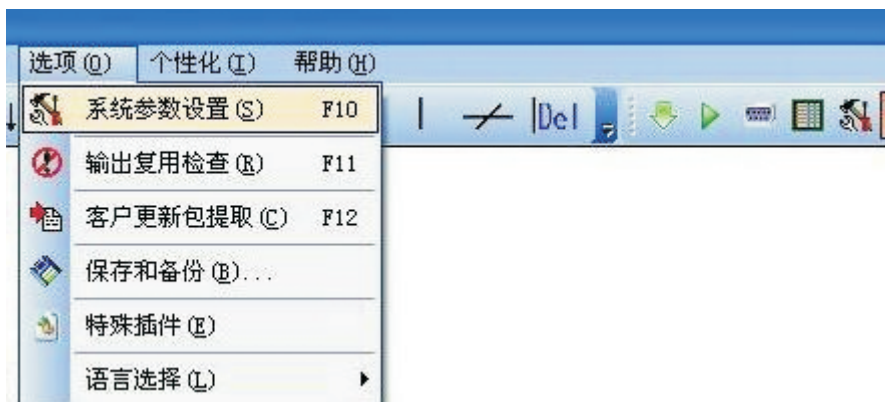

图1
1. 打开“PZStar”软件，建立新的项目后，点击“选项”中系统参数设置或按下“F10”或点击“’图标后打开“系统参数”，选择“CAN设置”设置CAN参数。如图1、图2所示：